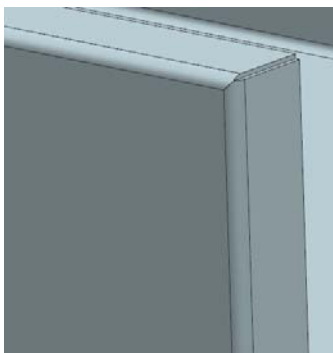

图 6-89 创建封闭拐角
(4) 单击 **应用** 按钮,创建封闭拐角 1,如图 6-89 所示。